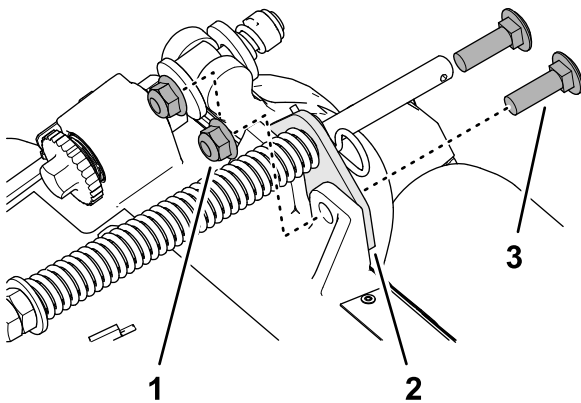

**Figura 6**
1. Se la coppiglia è montata nel foro posteriore dell'asta della molla di compensazione, rimuovete la coppiglia e inseritela nel foro accanto alla staffa (Figura 6).